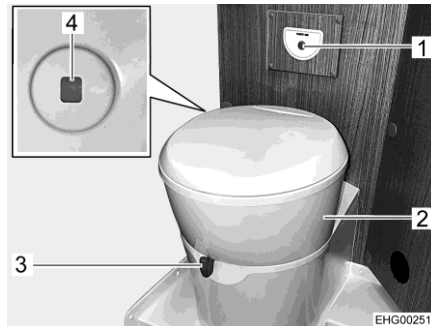

Fig. 171 Inodoro
La taza del inodoro se podrá girar a la posición deseada. Para ello, agarrar la parte superior (Fig. 171,2) del inodoro con ambas manos y girarla.
La unidad de mando con el botón del inodoro (Fig. 171,1) está instalado cerca de la taza del inodoro.
El color del indicador de nivel de llenado (Fig. 171,4) cambiará de color verde a rojo cuando se debe vaciar el depósito de aguas fecales.
- Antes del lavado, abrir la corredera del inodoro. Para ello, empujar la palanca de corredera (Fig. 171,3) en sentido contrario a las agujas del reloj.
- Para lavar, pulsar el botón del inodoro azul (Fig. 171,1).